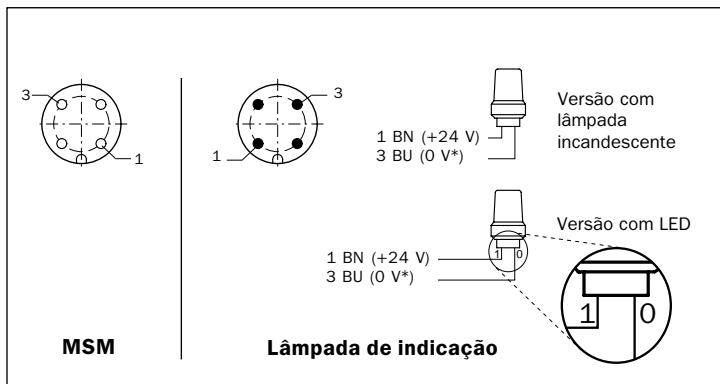

Fig. 7: Esquema das ligações da lâmpada de indicação de silenciamento: à esquerda – MSM, à direita – lâmpada de indicação - \*) observe as notas
- Em caso da ligação da lâmpada LED de indicação, observar os pólos (ver Fig. 7).